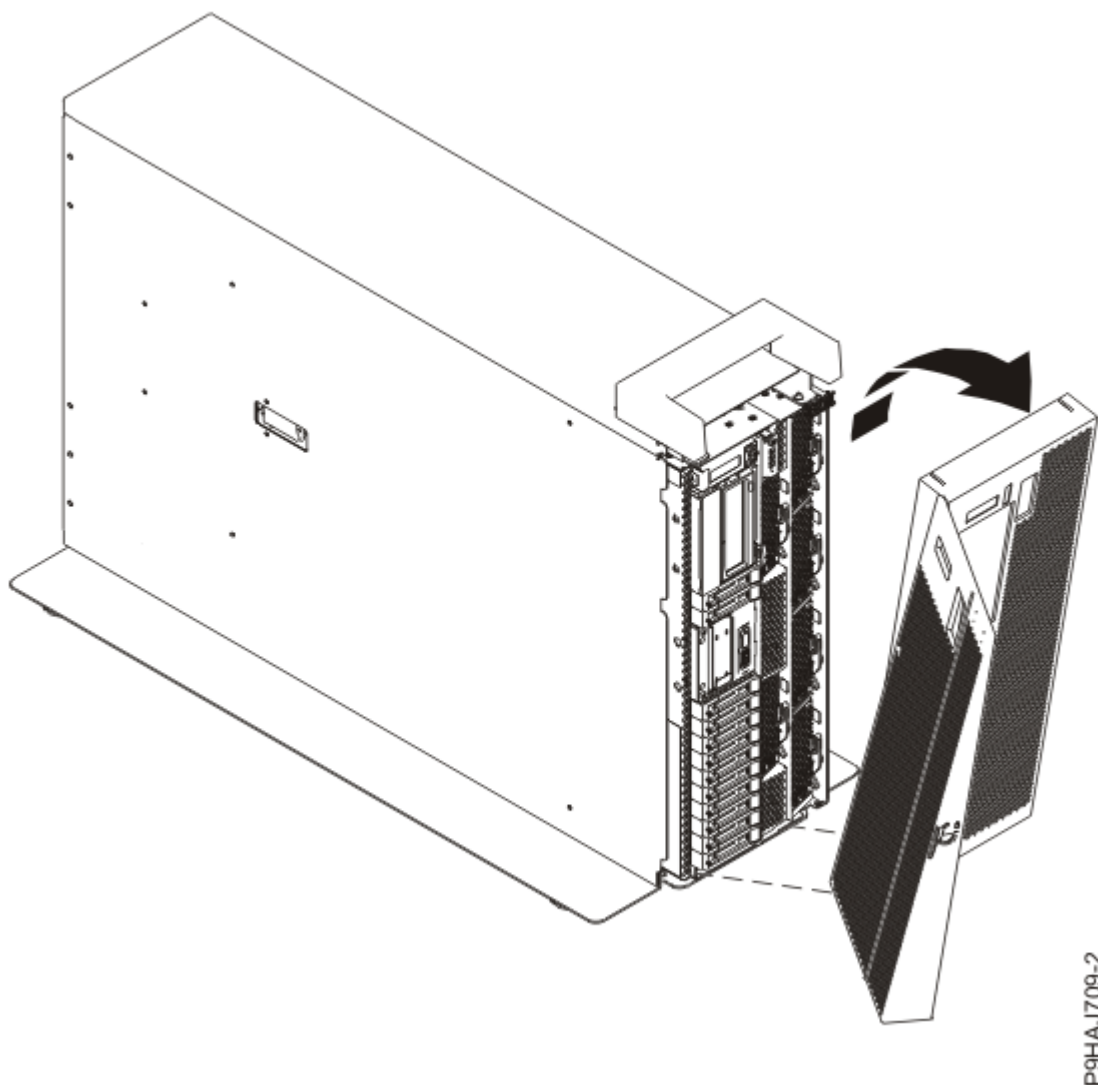

図 100. 前面カバーの取り外し
- d) 105 ページの図 100 に示すように、カバーをシステムから引き離します。